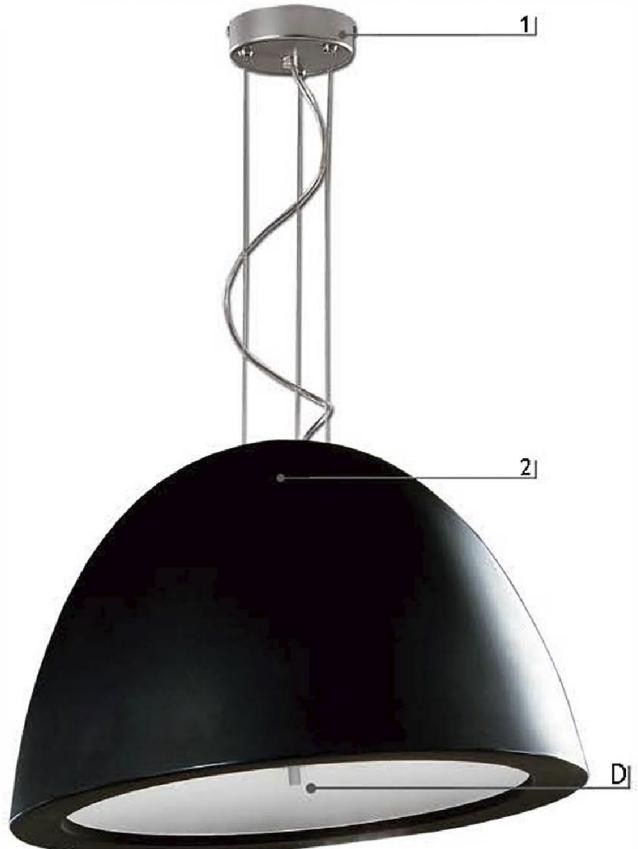

FIG. 1
- Installare la montatura (1) a soffitto e dopo aver sollevato il coperchio di lamiera forata, montare la cupola avvitando **COMPLETAMENTE** le viti (A) [FIG.1]
- Fix the fixture (1) to the wall. First raise the pierced plate cover, then fix the dome by fastening the screws **TOTALLY** (A) (FIG. 1).
- Metallhalter (1) an der Wand befestigen. Lochblechdeckel abnehmen und Kuppel mit Schrauben (A) befestigen **VOLLSTÄNDIG**. (FIG 1).
- Installer la mouture (1) au plafond et après avoir soulevé le couvercle de toile troué, monter le dome en vissant complètement (A) (fig.1).